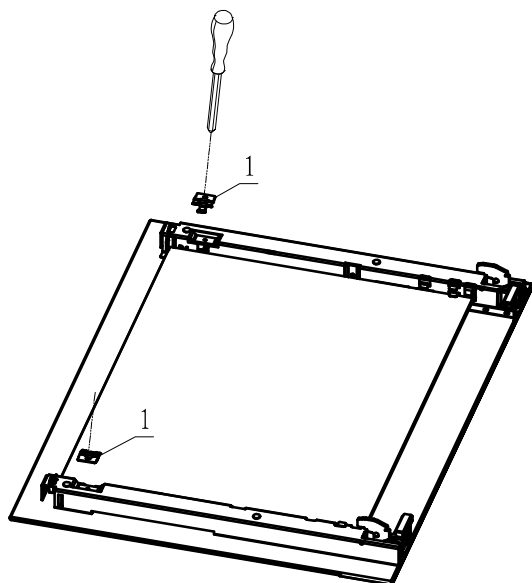

Рис.12-3
3. Ослабьте зажимы. (Рис. 12-3)